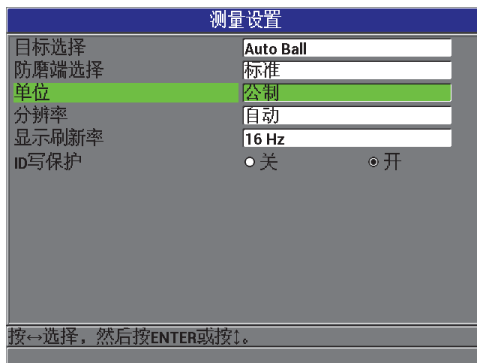

图 3-2 测量设置屏幕 — 单位
3. 在**测量设置**屏幕中（参见第 47 页的图 3-2），将**单位**设定为**英制**或**公制**。
3. 在**测量设置**屏幕中（参见第 47 页的图 3-2），将**显示刷新率**设置为想要的值：**4 Hz**、**8 Hz**、**16 Hz** 或 **20 Hz**。
3. 在**测量设置**屏幕中（参见第 47 页的图 3-2），将**分辨率**设置为所需的选项：